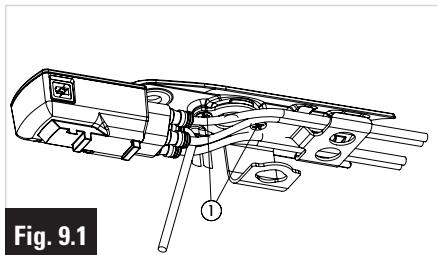
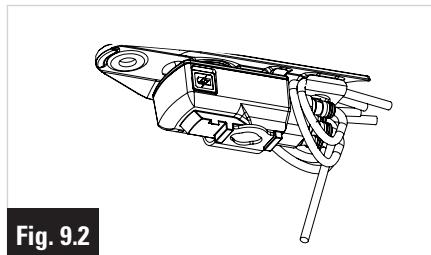

Fig. 9.1
Fig. 9.2
- 2- Svitare leggermente le viti del rivestimento ①
- 3- Passare i due fili Di2 che provengono dalla destra del manubrio lato destro del rivestimento, e i due che provengono da sinistra verso sinistra. (Fig. 9.1)
- 5- Riavvitare le viti del rivestimento ①.
- 6- Posizionare la scatola sulla lamiera facendo un anello con i fili. (Fig. 9.2)